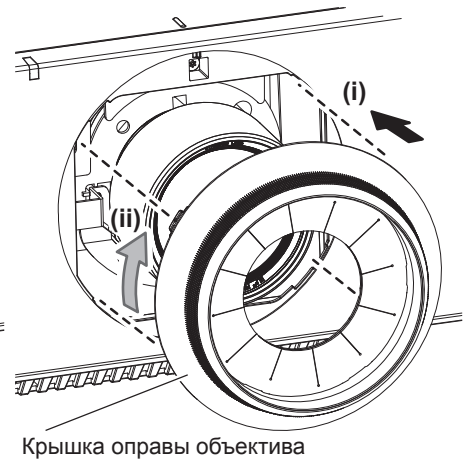

Рис. 3
- 3) Прикрепите крышку оправы объектива. (Рис. 3)